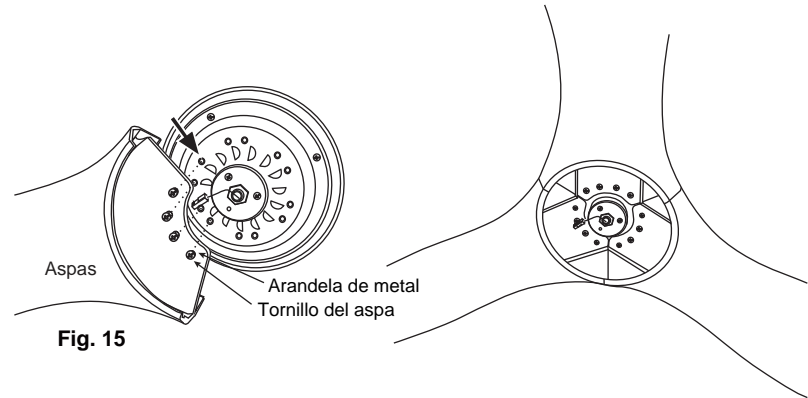

Fig. 15
**Paso 1.** Alinee los 2 orificios del aspa con el ensamblaje del motor del ventilador. Asegure el aspa con el tornillo y la arandela de metal preensamblada.(Fig. 15)
**Paso 2.** Repita este proceso para acoplar las otras dos aspas. (Fig. 15)